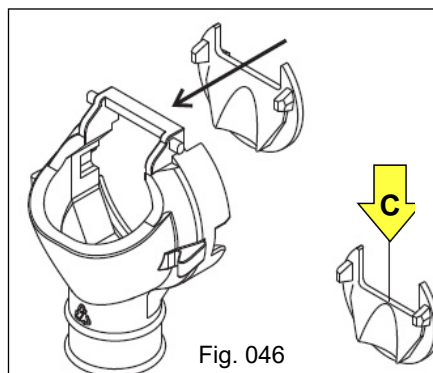

Fig. 046
a) Nunca opere sem a tampa transversal "C" (Fig. 046), a qual tem a função de anular o efeito pulsante da mola e também de controlar a dosagem.
b) Em casos de alta umidade do adubo, ocasionada por chuva ou outros fatores, em que o adubo fica em estado pastoso, deve-se retirar a tampa transversal "C" (Fig. 046) e movimentar a plantadora por aproximadamente 50 metros para que o adubo empastado saia totalmente do dosador, desobstruindo e limpando a rosca sem fim.
Após este procedimento, recolocar novamente a tampa "C" (Fig. 046).